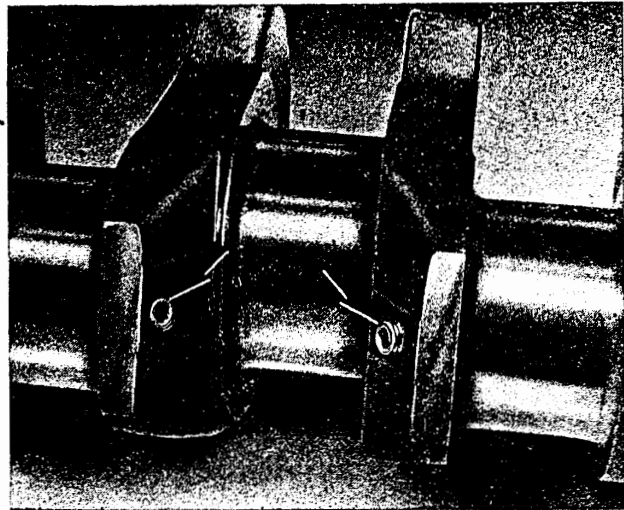

Bild M 44. Verschlusschrauben der Ölkanäle in der Kurbelwelle
- Nach dem Schleifen der Kurbelwelle sämtliche Verschlusschrauben herauschrauben, Bohrungen der Ölkanäle entgraten (Bild M 44).
- Verschlusschrauben für Ölkanäle in die Kurbelwelle mit Dichtungsmasse wieder einschrauben (Bild M 44).